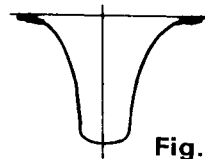
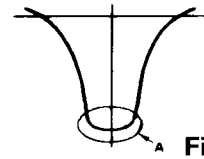

Fig. 5
Fig. 6
- (Note 1) Adjust the cores of T152, 153 so that the waveform is as shown in Fig. 5. After adjusting as above, increase the output level of the sweep generator and adjust T152, 153 again so that the top of the waveform A (indicated in Fig. 6) will be flat and wide.
- (Note 1) Régler les âmes de T151 (154) de façon à obtenir une forme d'onde comme indiquée sur la Fig. 5. Dans ce cas, ne pas s'occuper du marqueur. Après avoir réglé comme indiqué ci-dessus, augmenter le niveau d'entrée du générateur de balayage et régler T151 (T154) à nouveau de façon que le sommet de la forme d'onde A (voir Fig. 6) soit linéaire et étendue.